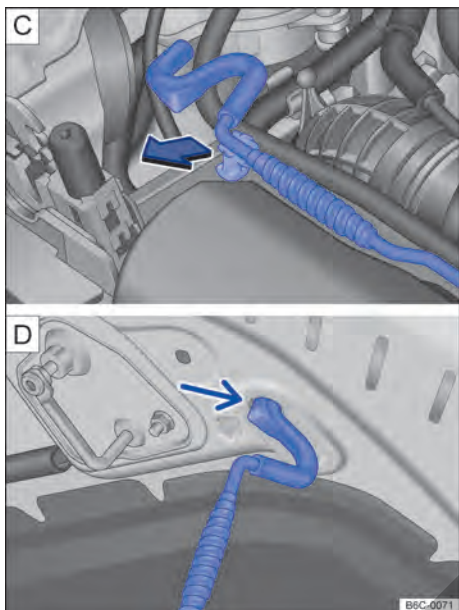

Fig. 142 C) Varilla de sujeción de la tapa del compartimento del motor. D) Tapa del compartimento del motor apoyada en la varilla de sujeción.
- Retirar la varilla de sujeción del soporte en el sentido de la flecha → fig. 142 C) y colocarla en la abertura de la tapa del compartimento del motor → fig. 142 D).
- Retirar la varilla de sujeción del orificio → fig. 142 D) y encajarla en el soporte del cierre → fig. 142 C).